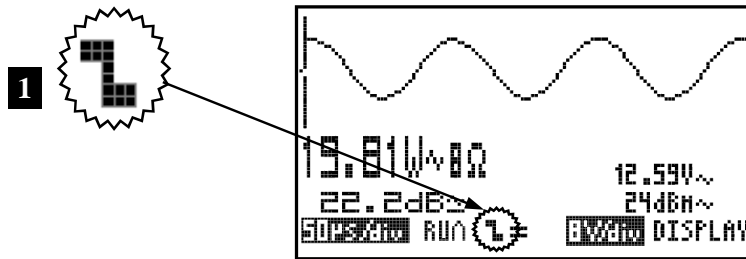

Fig 42
The screen will only display the signal when a positive slope is "detected", viz. the signal has to rise in vertical direction in order to trigger. (Fig 42)
1. Triggering op de stijgende flank v/h signaal : Het scherm zal pas het signaal tonen als er een positieve flank 'gezien' wordt, d.w.z. het signaal moet van laag naar hoog veranderen om te triggeren. (Fig. 42)
1. Démarrage sur le flan montant du signal: L'écran n'affiche le signal que lorsqu'il détecte un flan positif, c.-à-d. que le signal doit aller de bas en haut pour provoquer le démarrage. (Fig. 42)
1. Trigger auf der ansteigenden Flanke des Signals: Der Bildschirm zeigt das Signal erst, wenn eine positive Flanke "gesehen" wird, d.h. das Signal muss sich von tief nach hoch verändern, damit getriggert wird.. (Fig. 42)